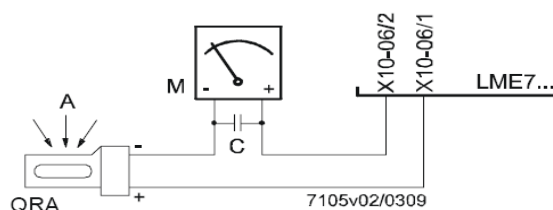

Fig. 7: Rilevazione con fotocellula QRA..
4. VD può essere montato ruotato di 180°, fig. 7.